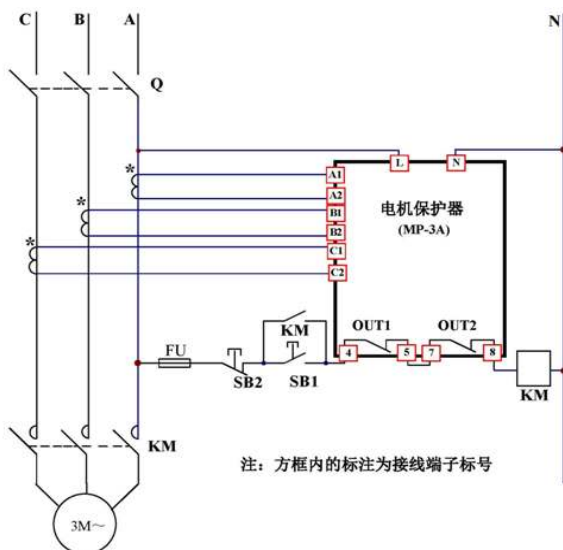

图 1：应用实例
(1) 自动设定前的准备:
- b. 电路连接:按实例图1(供参考)完成电机和保护器的接线。